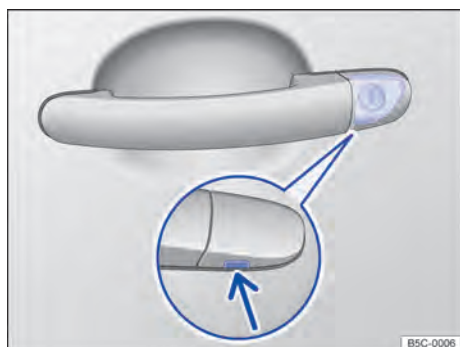

Fig. 196 Maçaneta na porta do condutor: cilindro da fechadura coberto.
- Em veículos com cilindro de fechadura coberto, introduzir a haste da chave na maçaneta da porta do condutor por baixo na abertura da capa de cobertura $\Rightarrow$ Fig. 196 (seta) e removê-la de baixo para cima. Para isso puxar o maçaneta da porta.